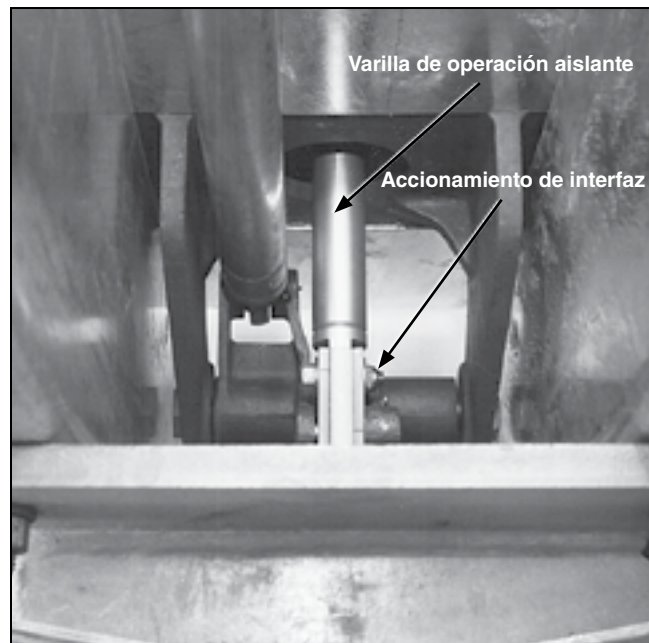

Figura 35. Verificación que cada varilla de operación aislada haya sido conectada al accionamiento interfásico.
- Cada varilla de operación aislada ha sido conectada al accionamiento interfásico (Ver Figura 35.)